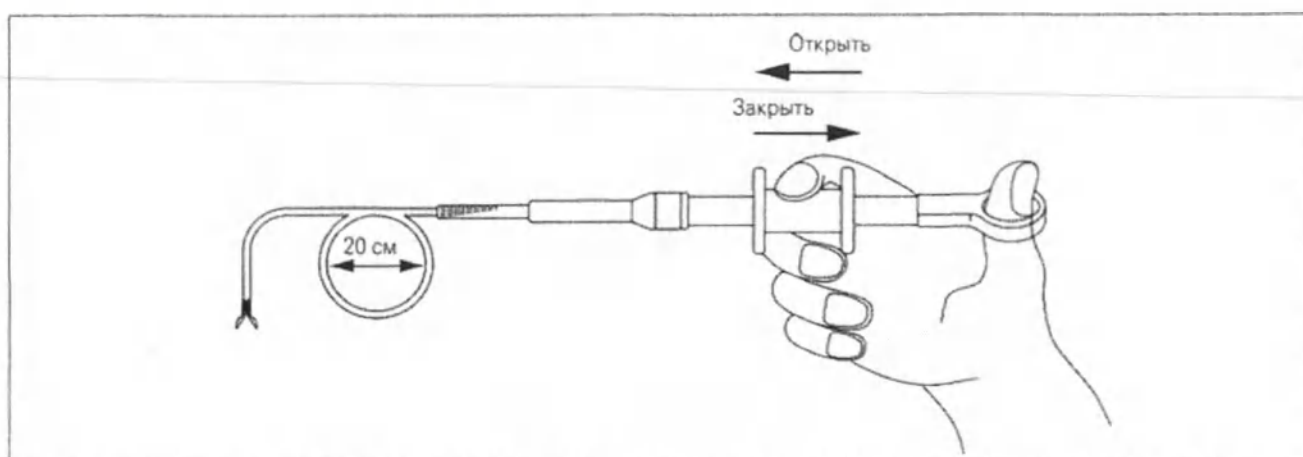

Рис.11.
- Согните биопсийные щипцы в кольцо диаметром 20 см. Слегка нажимая на биопсийные щипцы, убедитесь, что их головка плавно открывается и закрывается. (см. рис. 11)